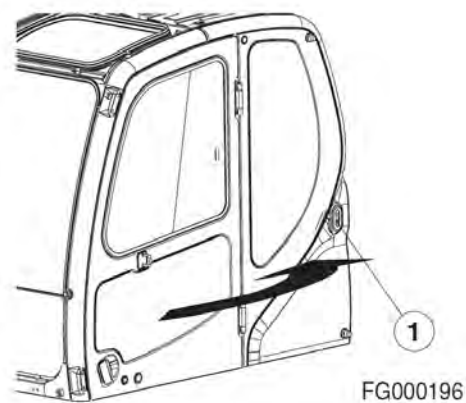

Рис. 155
1. Дверная защелка (1, рис. 155) используется для крепления открытой двери к стенке кабины.